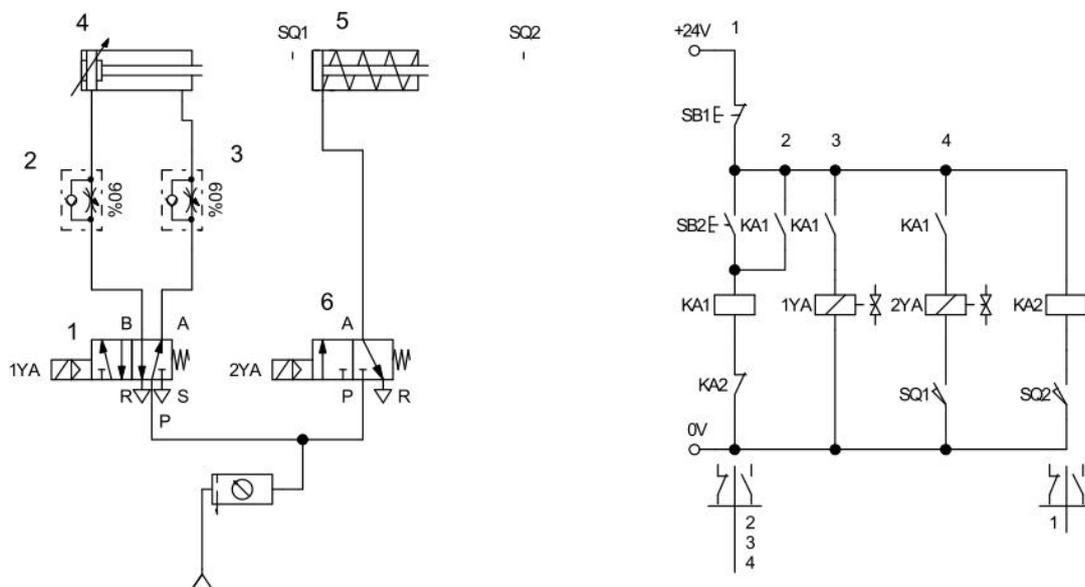

图 H1-2-2 双气缸顺序动作控制系统气动回路和电气控制线路
(1) 任务描述：安装并调试双气缸顺序动作气动系统，气动回路图和电气控制线路图如下图 H1-2-2 所示：